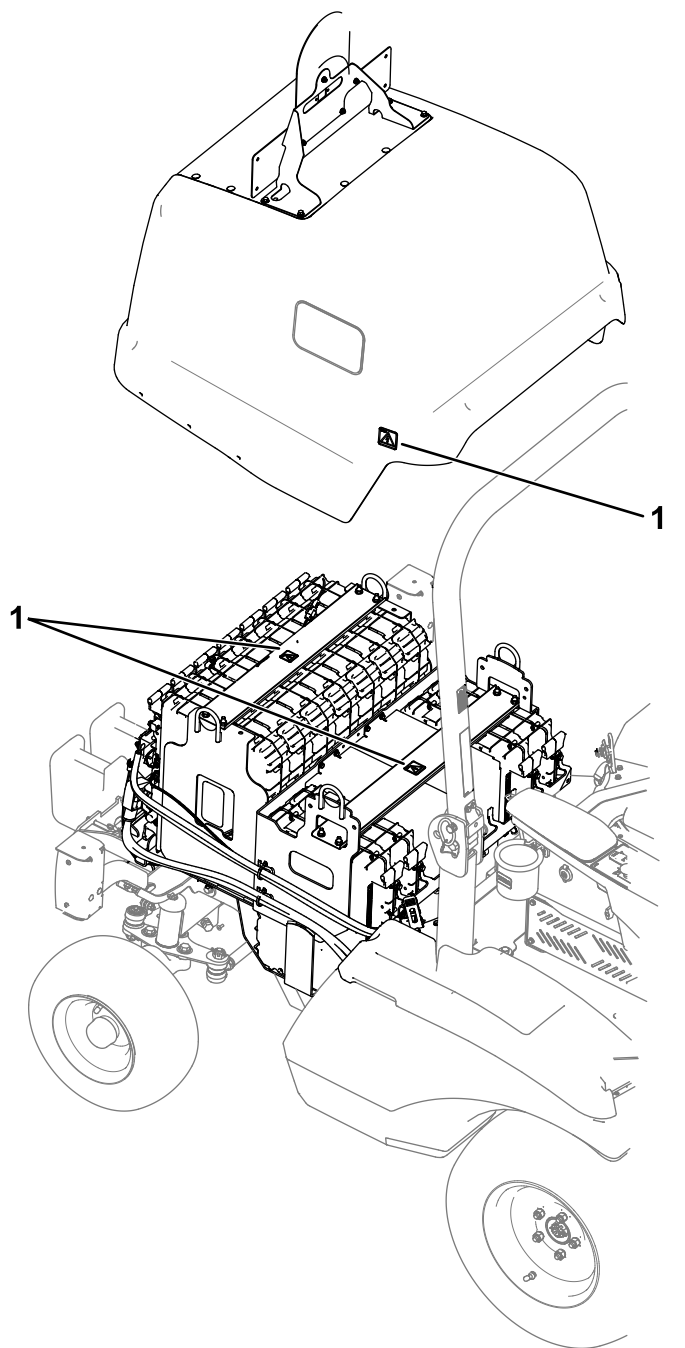

Figura 40
- Capot (Figura 40 e Figura 41)
- Suportes do canal no compartimento da bateria (Figura 40)